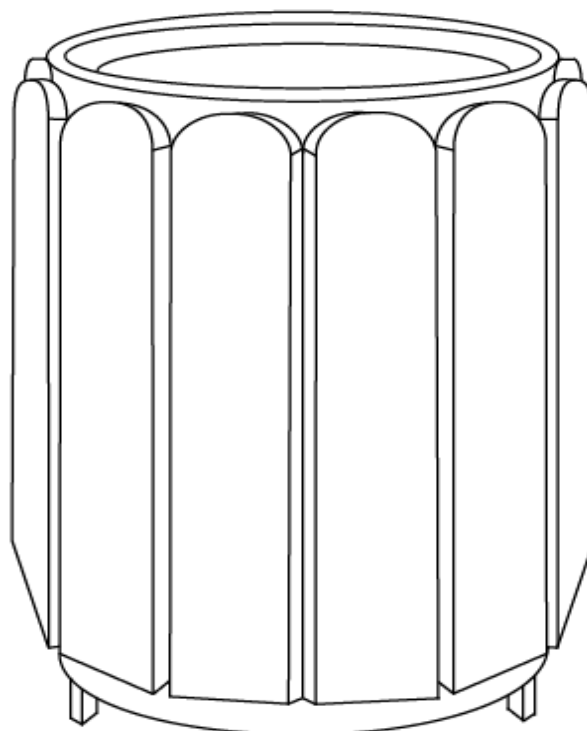

Рис.2. ЭН
5.3. В посадочные места на наружной поверхности печи установить талько-хлоритные плиты (см. рис.2).